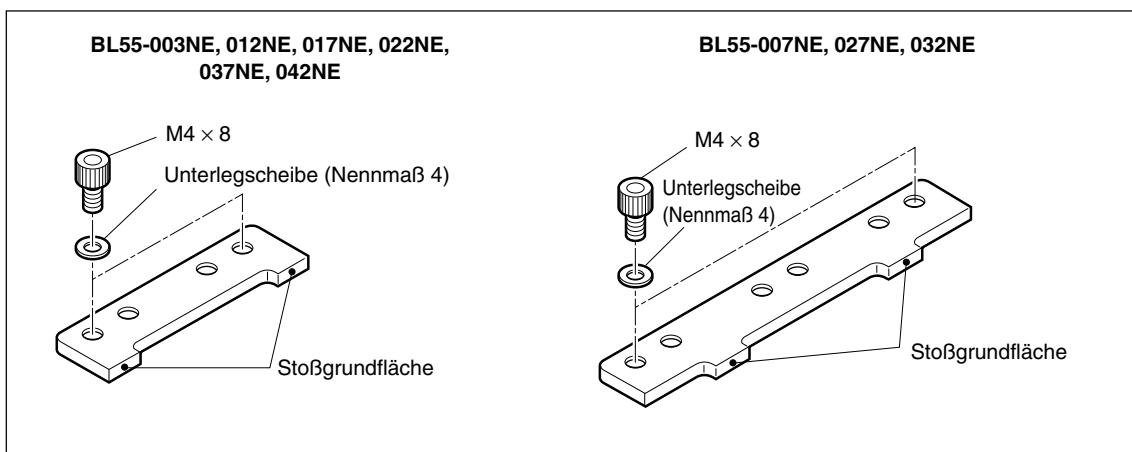

Abb. 3-3
- 4** Schieben Sie den Maßstab zwischen Maßstabsklammer und Montagefläche ein, während Sie seine Bezugsfläche (siehe Abb. 3-3) leicht gegen die Stoßgrundfläche drücken (Hinweis). Ziehen Sie die in der Abbildung mit A und B gekennzeichneten Schrauben der Maßstabsklammer schrittweise und abwechselnd an. (Verwenden Sie nur die linke Maßstabsklammer für Klammern mit zwei Schrauben, und die mittlere Maßstabsklammer für Klammern mit drei Schrauben.) (Endanzugsmoment: 1,4 N · m)